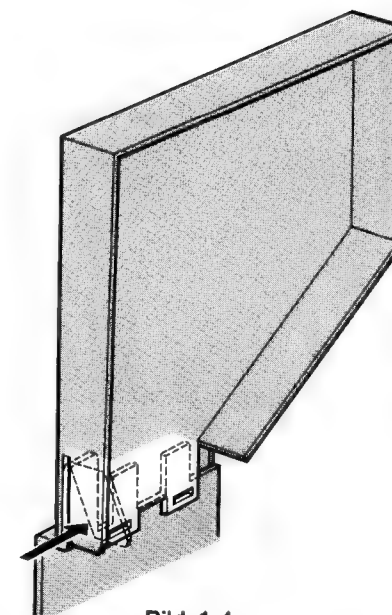

Bild 1-4
- Gehäuse in senkrechter Lage durch Biegen des Blechlappens fixieren (Bild 1-4).